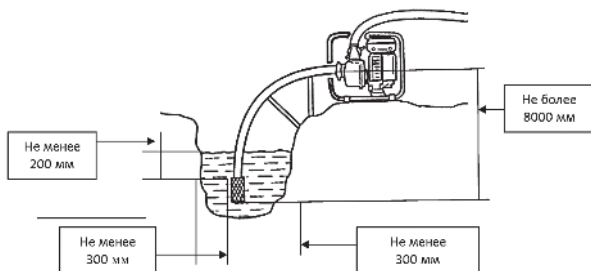

Рис. 6
1. Установите мотопомпу вблизи водоема на твердую ровную горизонтальную поверхность, опустите фильтр всасывающего рукава в водоем, обеспечив вертикальное положение фильтра. При установке фильтра соблюдайте все необходимые расстояния, как показано на рис. 6.